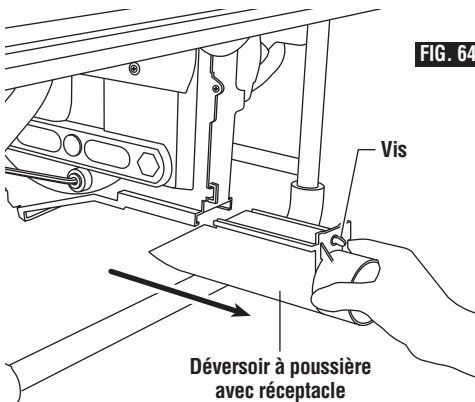

FIG. 64
1. Desserrez la vis de fixation du déversoir à poussière avec réceptacle. Voir Fig. 64.